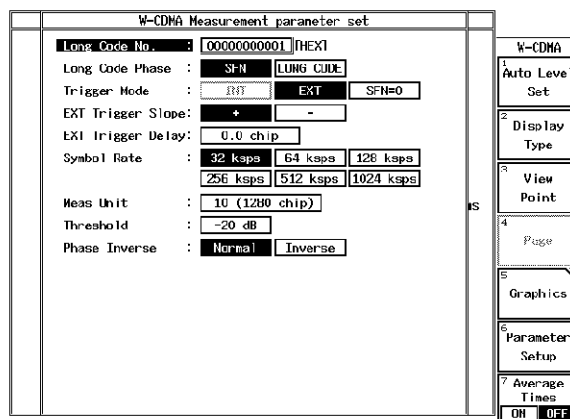

図 6-12 パラメータ設定 IQ 入力 MS 測定 (SFN 信号を使用)
3. R3267/73 を IQ 入力、MS 測定に設定し、パラメータを図 6-12 のように設定し、**DC CAL** を実行します。